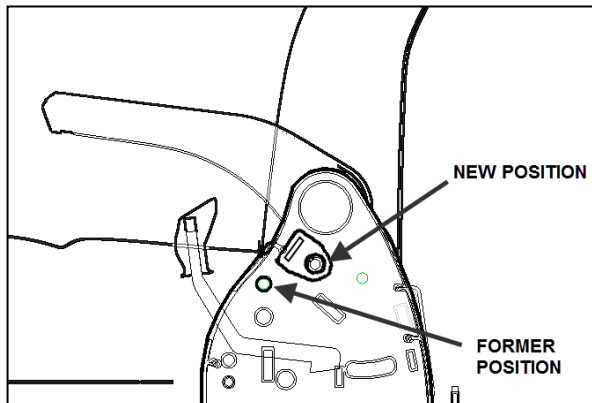

FIGURE 10 : NOUVEL EMPLACEMENT DU POINT D'ANCRAGE DE CEINTURE
7. Reposer le point d'ancrage de ceinture au nouvel emplacement indiqué, à l'écart du pivot. (Fig. 10 et 11)